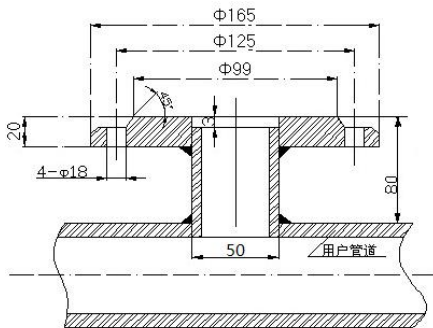

图 46 安装底座的焊接
安装前应在被测管道上开一个直径  $50\text{mm}$  的小孔,尺寸与安装底座的连接管外径一致。安装底座与被测管道的焊接如图 46 所示。
(4)按图 46 所将 DN50 球阀安装到安装底座上。注意球阀的长空腔向上。检查球阀是否能全开全关。上紧压紧螺母和定位螺钉，同时应注意传感器方向标志指向应和流体流向一致。